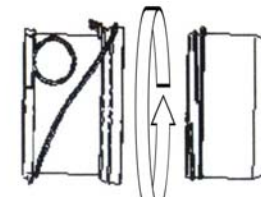

Fig.8
3. Girar la sección inferior del contenedor en el contra sentido del reloj para separarla de la cámara del filtro. Vaciar el polvo del contenedor y limpiarlo. (Fig. 8)